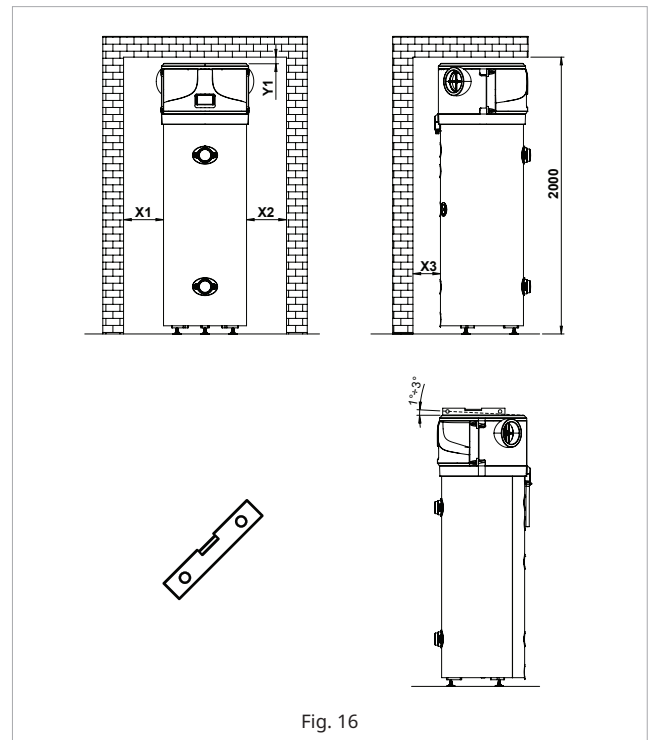

Fig. 16
- Permitir que o dispositivo seja instalado verticalmente ou com uma pequena inclinação para trás de  $1-3^{\circ}$ , ver Fig. 16